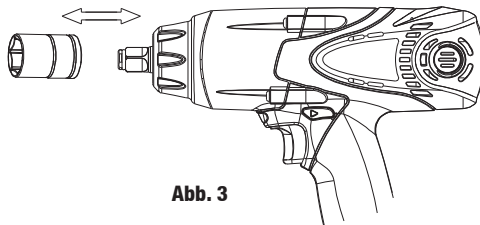

Abb. 3
1. Eine Schlag-Stecknuss auf die Werkzeugaufnahme anbringen (siehe Abb. 3).
1. Drücken Sie durch die seitliche Bohrung in der Schlag-Stecknuss den Arretierstift ein und ziehen Sie die Schlag-Stecknuss von der Werkzeugaufnahme (siehe Abb. 3).